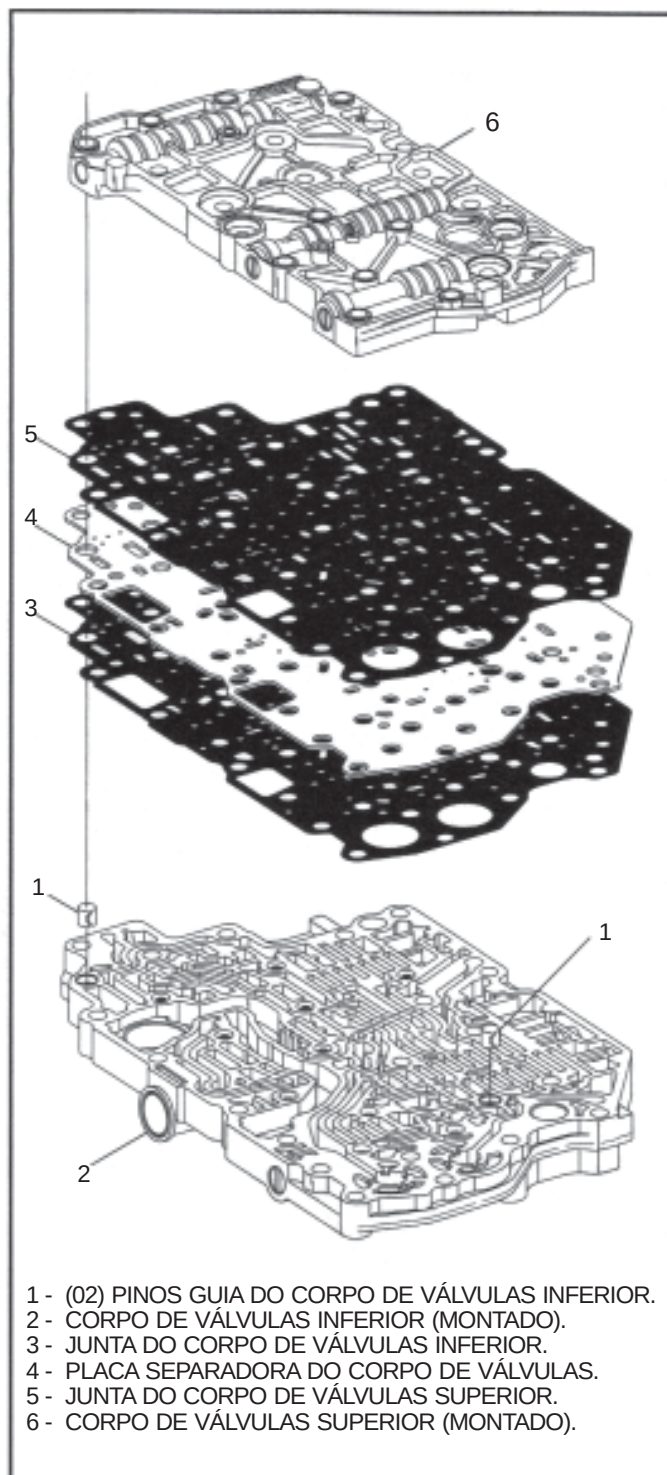

Figura 105
7. Coloque o corpo de válvulas inferior sobre uma superfície plana, conforme ilustrado na Figura 105.
8. Instale os dois pinos guia do corpo de válvulas, conforme ilustrado na Figura 105.
9. Instale a junta sobre os pinos guias do corpo de válvulas inferior, conforme ilustrado na Figura 105.
10. Instale a placa separadora sobre os pinos guias do corpo de válvulas inferior, conforme ilustrado na Figura 105.
11. Instale a junta sobre os pinos guias do corpo de válvulas superior (Vide Figura 105).
12. Instale o corpo de válvulas superior (já montado) sobre os pinos guias da junta superior, conforme ilustrado na Figura 105.